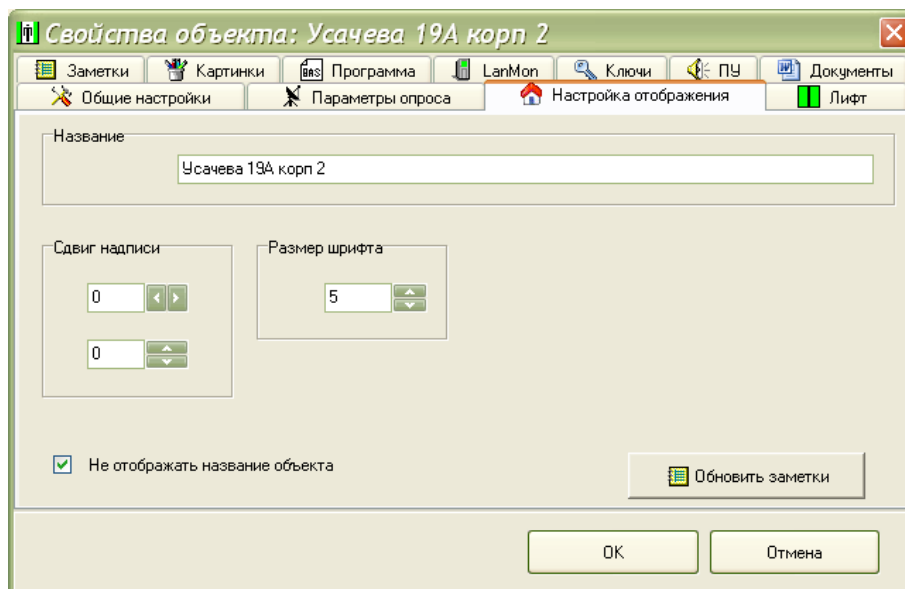

Рисунок 6
7) Ввести название блока на вкладке «Настройка отображения» в поле «Название» (рисунок 6). В качестве названия рекомендуется использовать адрес дома и номер подъезда без использования знаков «точка», «запятая» и «слэш». Задать подходящий размер шрифта и сдвиг надписи. Если на подложке карты уже имеется адрес расположения блока, то установить «галочку» для запрета отображения названия блока.